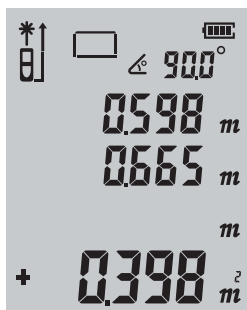

FIG. 2
2. Premere quindi il tasto  Premete il tasto e misurate la seconda superficie per ottenere un risultato come quello mostrato nella FIG. 2. Nell'angolo in basso a sinistra è visibile un „+“.